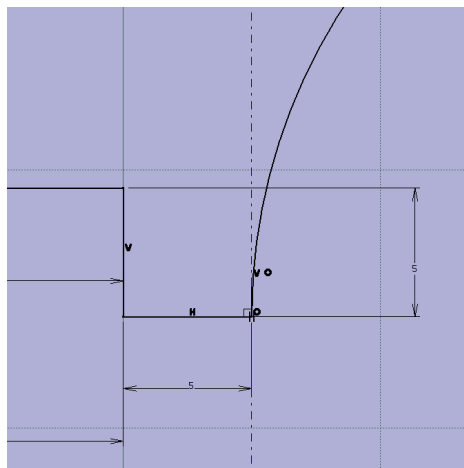

Abbildung 26: Detail
46. Erstellen Sie eine Skizze gemäß Abbildung 25 und Abbildung 26. Gehen Sie dazu entsprechend der Schritte 1-35 vor. Hier noch einmal der Grobablauf: